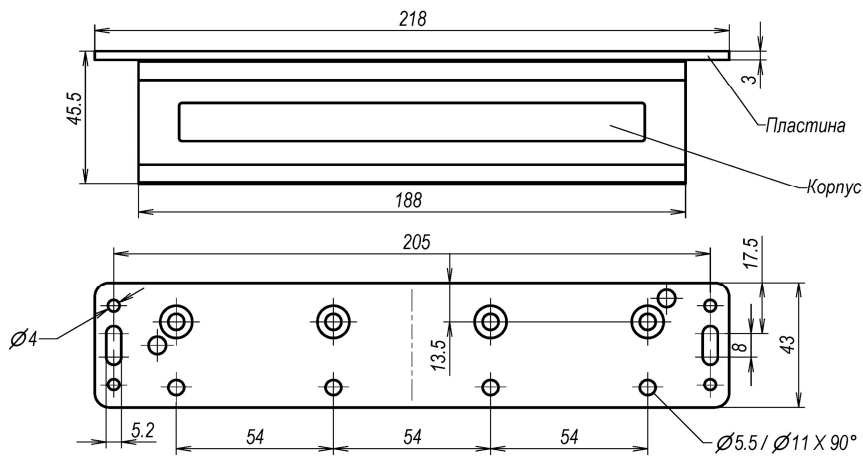

Рис. 5 Корпусная часть.
5.1 Габаритно-установочные размеры частей замка приведены на рис.5, 6 и 7.